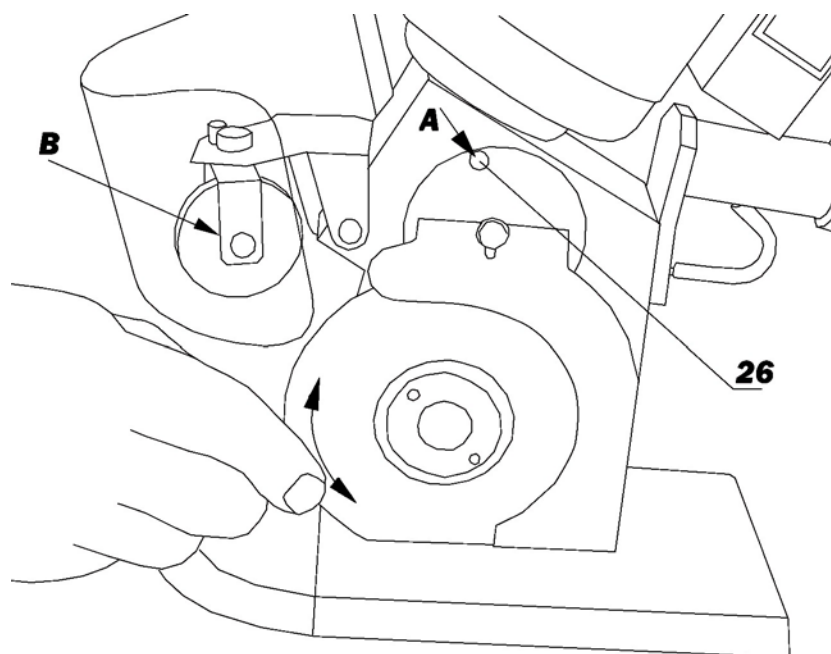

Рис. 8
Периодически, в зависимости от интенсивности работы, нужно раскройную машину очищать от пыли, остатков ниток и тканей. Особое внимание обратить на зазоры, нож – корпус и нож – защита ножа. Находящиеся там остатки кроя могут тормозить вращение ножа. Их наличие определяет, передвигая диск ножа рукой, как показано на рис. 8, в области выхода из незубчатого пространства зубчатой передачи. Диск должен свободно поворачиваться на угол 3-5°. Если обнаружится сопротивление, нужно отнять нож и защиту корпуса и удалить кисточкой остатки материала.
Для смазки раскройной машины необходимо использовать специальную смазку, находящуюся в принадлежностях устройства. Этой смазкой каждые три месяца смазывать приводной механизм в месте, указанном на рис. 8 стрелкой А. С этой целью снять нож и выкрутить шуруп (26) рис. 8. При включенной машине в отверстие от винта (26) медленно вводить специальную смазку до тех пор, пока она не покажется на поверхности колеса, с которого снят нож. Затем закрутить винт (26) и, удерживая резальную машину в движении, удалить остатки смазки, выплывавшие наружу.